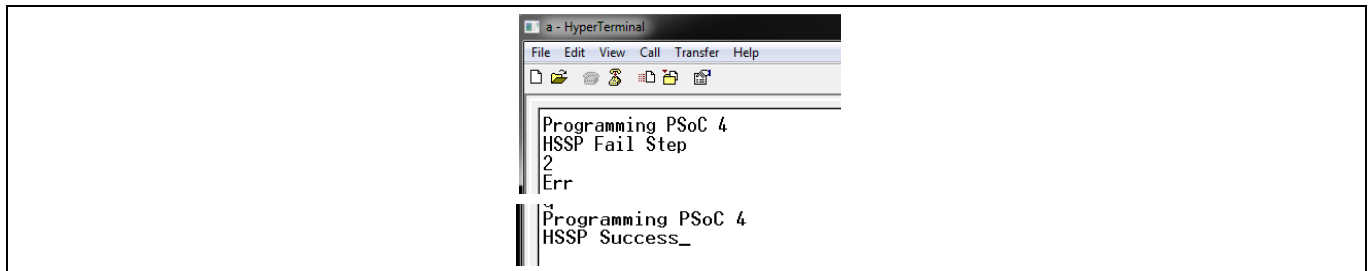

Figure 13 终端显示
- c) 按下键盘上的任何字母数字按键，开始编程操作。如果编程操作成功，终端应用上会提示‘HSSP Success’信息 (请查看 Figure 13)。
- d) 如果编程操作失败，终端应用上会显示您可以用来调试项目的步骤和错误代码 (请查看 Figure 13)。